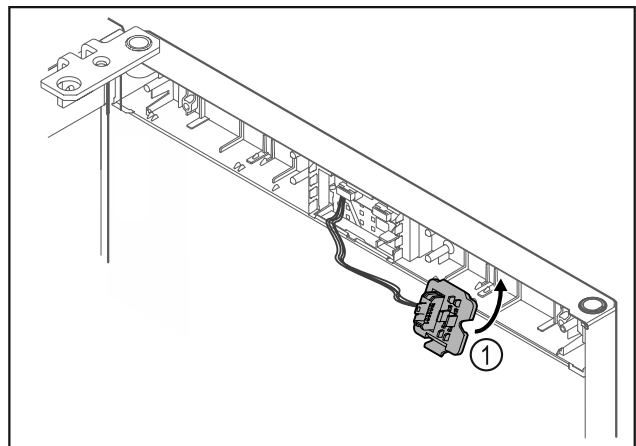

Fig. 23
- ▶ Установите и зафиксируйте держатель штекера Fig. 23 (1) на противоположной стороне.